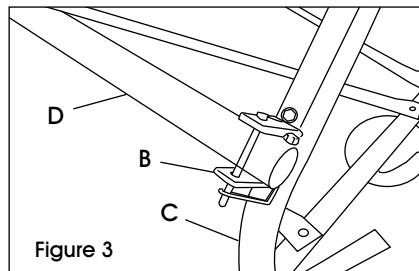

Figure 3
- Placez les barres de soutien (D) dans les supports en forme de U à l'avant du cadre avec roulettes (C). Maintenez les barres de soutien en place en insérant les goupilles de fixation pour barre de soutien (B) dans les trous des supports en U. Pour insérer les goupilles de fixation pour barre de soutien (B), ouvrez d'abord la goupille en abaissant le ressort, insérez-la dans les deux trous, puis relâchez le ressort. Répétez l'opération pour les deux barres de soutien (D). (Voir Figure 3)